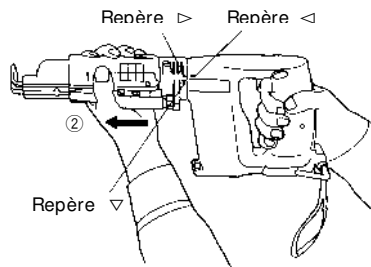

Fig. 6
Alignez le repère "◁" du corps de l'outil sur le repère "▷" de l'accessoire d'alimentation de vis, puis tirez l'accessoire dans le sens de la flèche ② représentée à la Fig. 6 pour le retirer.
Procédez dans l'ordre inverse du retrait. Placez l'accessoire d'alimentation de vis sur le corps de l'outil et alignez le repère "◁" du corps de l'outil sur le repère "▷" de l'accessoire d'alimentation de vis, puis tournez l'accessoire dans le sens du repère "▽" représenté à la Fig. 6 pour le fixer.